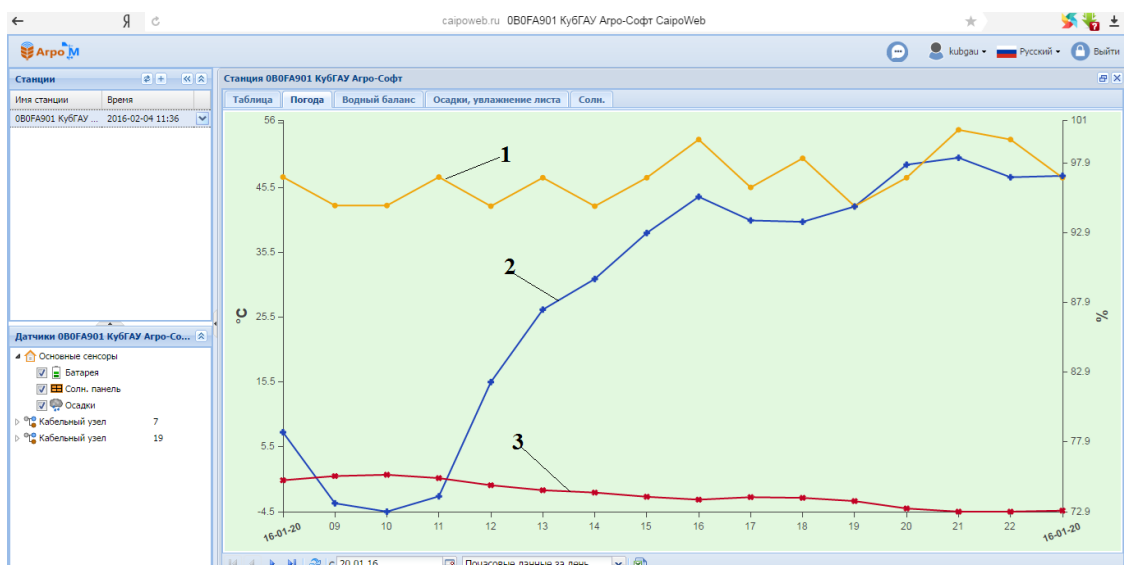

Рисунок 15.5 –
3. Выбрать вкладку **Погода** (рисунок 15.5).